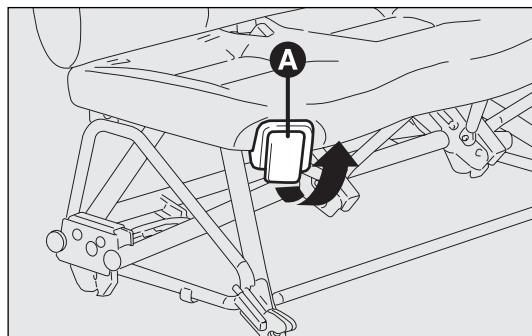
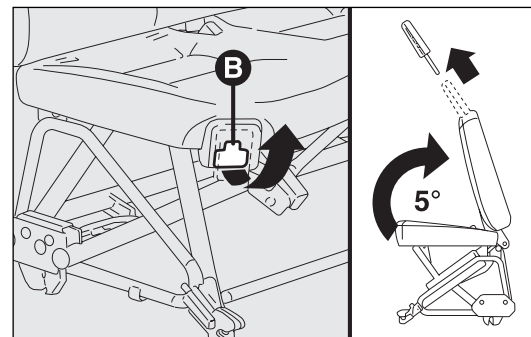

fig. 40
fig. 41
Soulever le levier A-fig. 40 et incliner le dossier vers l'avant.
- soulever le levier B-fig. 41 (situé sous le levier A-fig. 40) avec la main droite;